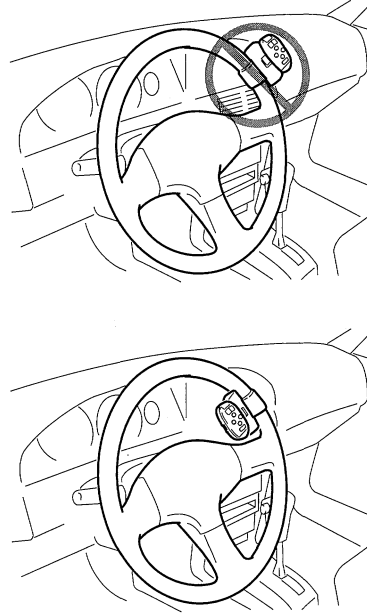

Abb. 9
- Bringen Sie dieses Gerät nicht am Außenumkreis des Lenkrads an, weil es dann die Fahrstabilität stören und dadurch einen Verkehrsunfall verursachen kann. Bringen Sie dieses Gerät wie gezeigt am Innenumkreis des Lenkrads an. (Abb. 9)